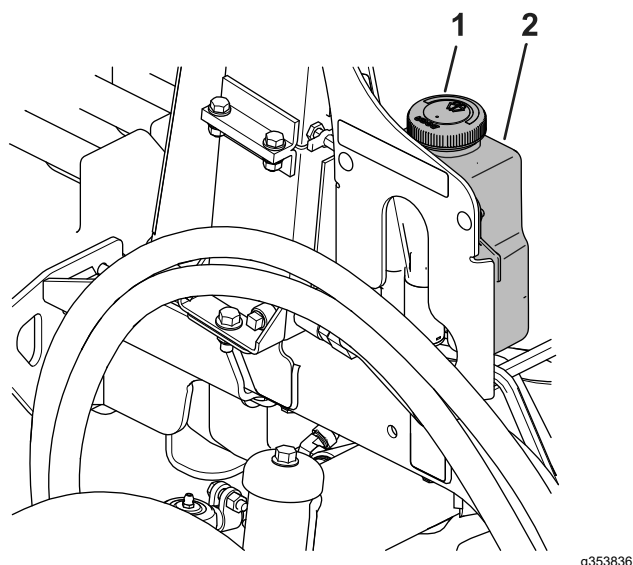

Figure 86
1. Enlevez le bouchon (Figure 86) du réservoir.